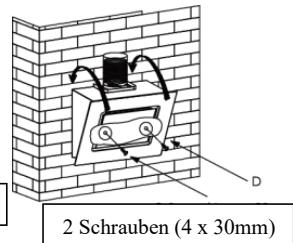

Abb. 6
7. Bringen Sie die Dunstabzugshaube an der Wand an. Befestigen Sie sie zusätzlich mit zwei Schrauben (4 x 30 mm) und Wanddübeln, die Sie an der Rückseite der Dunstabzugshaube anbringen, an der Wand (Position D, siehe Abb. 6).